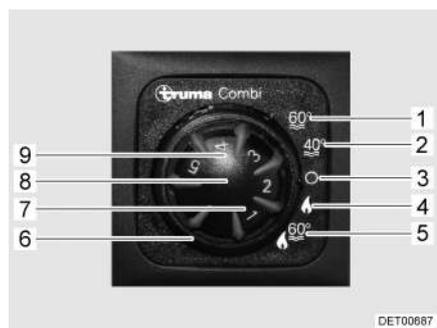

Fig. 66 Unidad de mando
- Ajustar el modo de funcionamiento con el interruptor giratorio (Fig. 66,6).
En el modo de invierno "calefacción y preparación de agua caliente" (Fig. 66,5), al conectar la calefacción, automáticamente también se calentará el agua sanitaria. Cuando la calefacción se desconecta al alcanzar la temperatura ambiente deseada, se continuará calentando el agua sanitaria hasta alcanzar la temperatura del agua.
En el modo de funcionamiento "sólo calefacción" (Fig. 66,4), la calefacción puede funcionar estando el depósito de agua sanitaria vacío.
- Girar el botón giratorio de temperatura (Fig. 66,8) de la unidad de mando al nivel deseado.
- Ajustar el interruptor giratorio (Fig. 66,6) en modo de invierno "sólo calefacción" (Fig. 66,4) o en modo de invierno "calefacción y preparación de agua caliente" (Fig. 66,5).
La luz de control verde (Fig. 66,7) estará iluminada.
- Ajustar el interruptor giratorio (Fig. 66,6) en "O" (Fig. 66,3).
- En la unidad de mando (Fig. 66) poner el interruptor giratorio (Fig. 66,6) en "modo de verano" (Fig. 66,1 ó 2).
La luz de control amarilla (Fig. 66,9) está iluminada durante la fase de calentamiento. Al alcanzar la temperatura del agua finaliza la fase de calentamiento y se apaga la luz de control amarilla.
En caso de avería, la luz de control (Fig. 66,9) en la unidad de mando se iluminará de color rojo (véase apartado 15.7).
- En la unidad de mando (Fig. 66) poner el interruptor giratorio (Fig. 66,6) en "O".
La combinación de los funcionamientos a gas y con electricidad a 230 V acorta el tiempo de calentamiento del agua sanitaria y del vehículo (esto sólo es posible si se ha ajustado el modo de invierno de la calefacción en la unidad de mando (Fig. 66)).